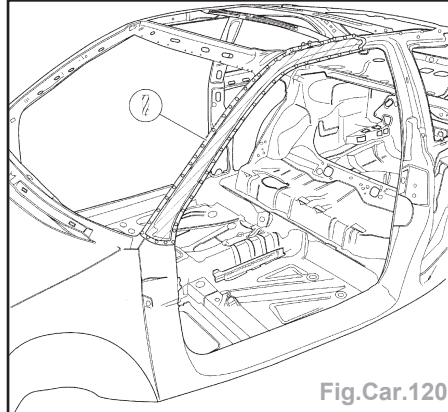

Fig.Car.120
- Éliminer les points de soudure, en utilisant le mandrin à fraise pour les points de soudure et une perceuse (Fig.Car.120).